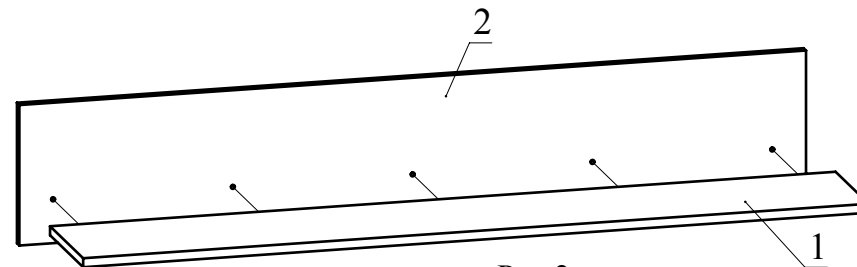

Рис.2
3. Соедините детали 1 и 2 при помощи конфирматов (Рис. 2).